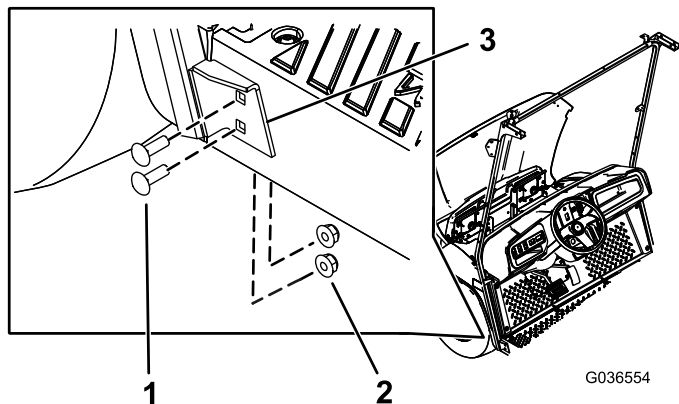

图6
5. 用 4 个托架螺栓（5/16 x 1 英寸）和 4 个凸缘螺母（5/16 英寸）将风挡支撑的下支架固定到机器左侧步骤 2 中钻出的孔内（图6）。